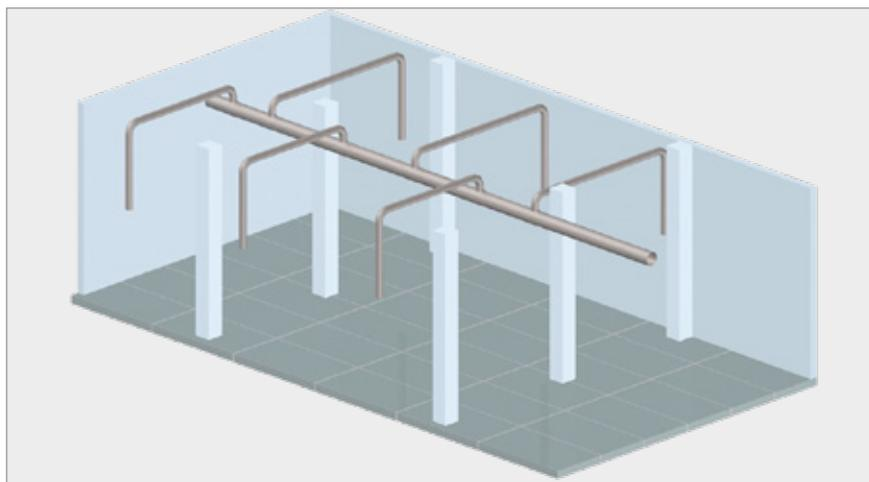

Fig. 1: Rete di distribuzione a pettine
Fig. 1: I principali componenti di una rete di distribuzione d'aria compressa: linea principale (1), linee di distribuzione (2), linee di collegamento (3), essiccatore (4), unità di manutenzione / tubo fless. (5)
La rete a pettine con linee di collegamento alle singole utenze pneumatiche (**fig. 1**) è semplice da realizzare. La lunghezza dei tubi da posare è relativamente modesta, ma la tubazione deve offrire una capacità di trasporto sufficiente per il consumo complessivo d'aria compressa.